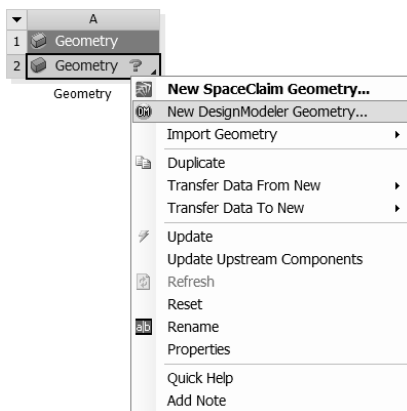

图 2-97 编辑几何文件
Step1: 新创建一个项目 A, 然后在项目 A 的 A2 (Geometry) 中右击, 从弹出的快捷菜单中选择 New DesignModeler Geometry 命令, 如图 2-97 所示。